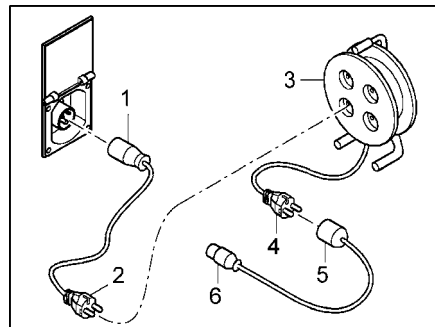

Bild 237 Anschlussmöglichkeiten 230-V-Anschluss
- Adapterkabel: CEE 17 Anschlusskupplung mit Schutzkontakt (Bild 237,1) – Stecker mit Schutzkontakt (Bild 237,2)
- Kabeltrommel: Steckdose mit Schutzkontakt (Bild 237,3) – Stecker mit Schutzkontakt (Bild 237,4)
- Adapterkabel: Anschlusskupplung mit Schutzkontakt (Bild 237,5) – CEE 17 Stecker mit Schutzkontakt (Bild 237,6)